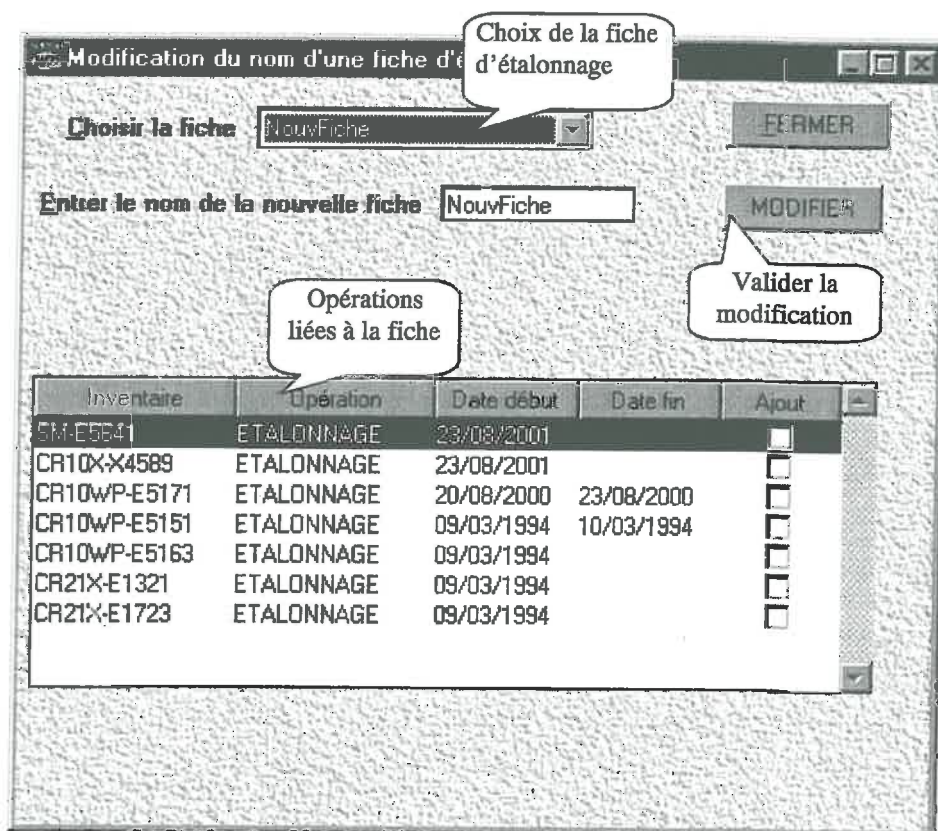

Fig.56: Modification du nom d'une fiche d'étalonnage
- La fenêtre fig.56 ne s'affiche pas